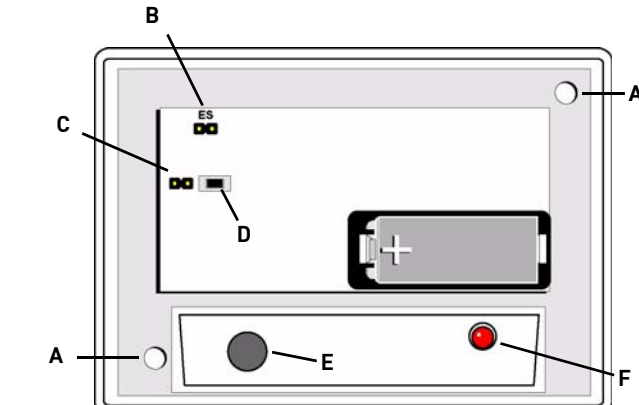

Fig. 1 EE1247 Komponenter
- Sæt batteriet i (Fig. 1).
- Tryk på **Reset**-knappen for at initialisere senderen (Fig. 1).